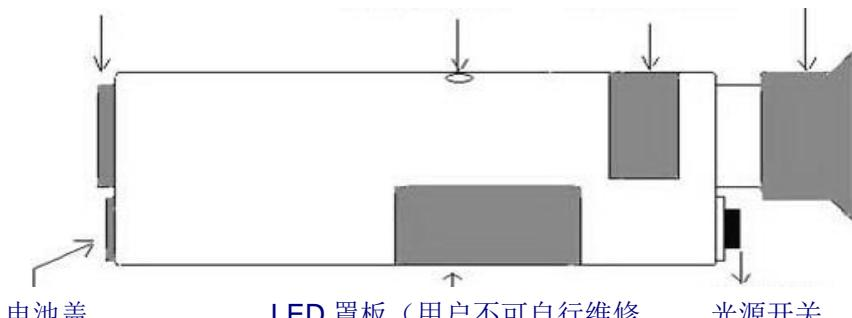

图 2
- 2、现在打开光源，通过按压控制光源开关来进行光源操作，通过检查背光窗(看图 2)您可以明白光源是否打开，如果通过背光窗看见光源，您就可以准备工作了